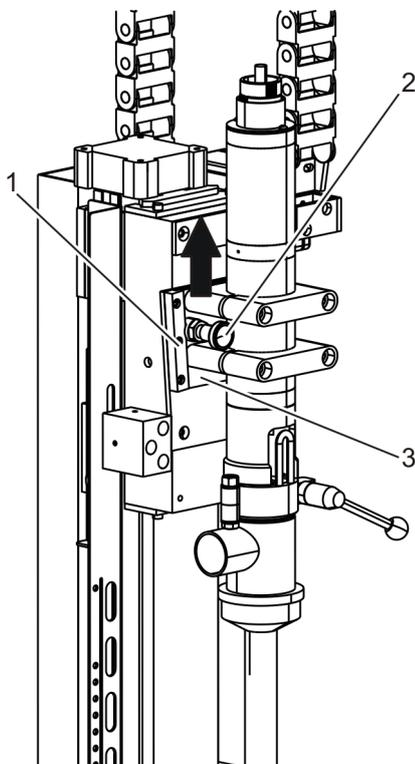

Abb. 53: Abfüllventil wechseln
4. ➤ Rastbolzen (Abb. 53/2) durch Herausziehen des Knaufs aus der Arretierung lösen.
Gesamtes Abfüllventil mit Halteplatte (Abb. 53/3) aus der Führung (Abb. 53/1) nach oben hinausschieben.
6. ➔ Neues Abfüllventil von oben in die Führung (Abb. 53/1) einschieben, bis der Rastbolzen einrastet.